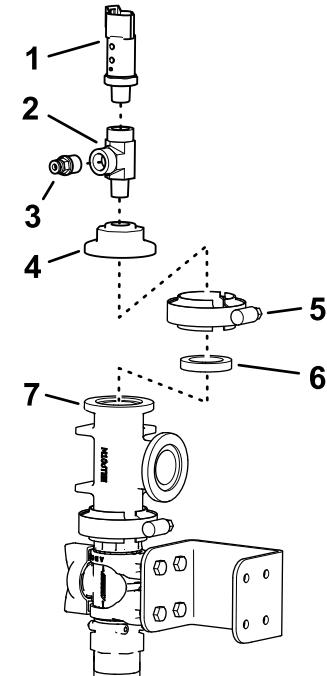

Bild 43
- 8. Tragen Sie PTFE-Dichtungsmittel auf das Gewinde an der Kupplung auf und befestigen Sie diese am T-Anschlussstück (Bild 43).
- 9. Tragen Sie PTFE-Dichtungsmittel auf das Gewinde des T-Anschlussstücks auf und schließen Sie das T-Anschlussstück am Anschlussstückdeckel an (Bild 43).
- 10. Befestigen Sie den Druckwandler am T-Anschlussstück wie auf Bild 43 abgebildet.
- 11. Befestigen Sie den Anschlussstückdeckel und Umwandlerbaugruppe mit einer Dichtung und Flanschklemme am Regelventil und ziehen Sie die Klemme mit der Hand an (Bild 43).